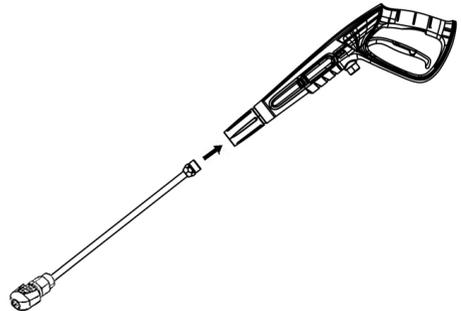

Рис. 3 Установка головки и струйной трубки
3. Установите на струйную трубку необходимую головку. Вставьте наконечник головки в отверстие наконечника трубки. Прикрутите струйную трубку к пистолету (Рис. 3).